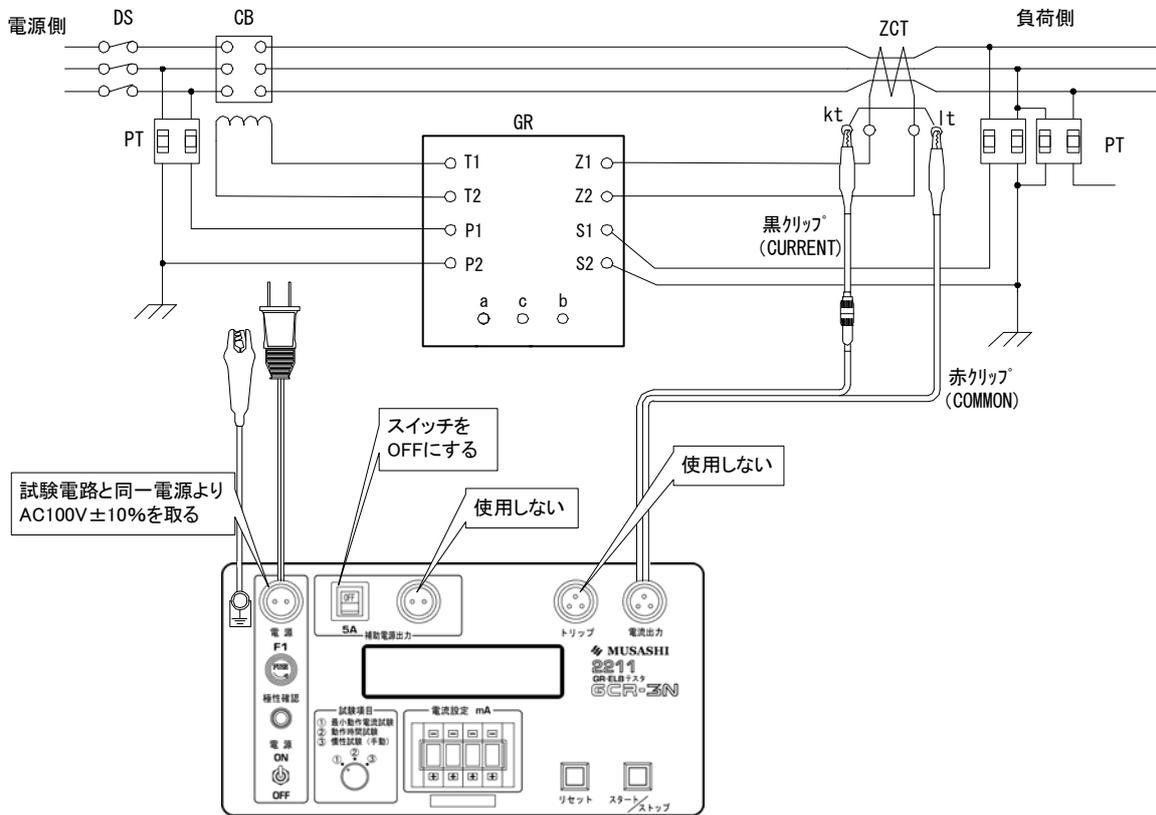

図4 高圧受電設備の電源を生かした状態でのGR・CB連動試験
5	トリップコードをトリップコネクタに接続します。 ●手順7の結線図4の電源を生かした状態でのGR・CB連動試験では、トリップコードは使用しません。
7	電流出力コード及びトリップコード、補助電源コードを下表の試験条件区分による結線図1～図4により結線します。 結線図は2.3.2試験環境に記載してあります。
高圧受電設備の電源を生かした状態でのGR・CB連動試験	図4
- ・ 結線図4の電源を生かした状態でのGR・CB連動試験ではトリップコードは絶対に使用しないでください。誤って使用した場合には高電圧が本器に印加されて感電事故となり大変危険です。
1	2.3.1 項 試験準備（手順 1～9）を行います。（結線図 4）